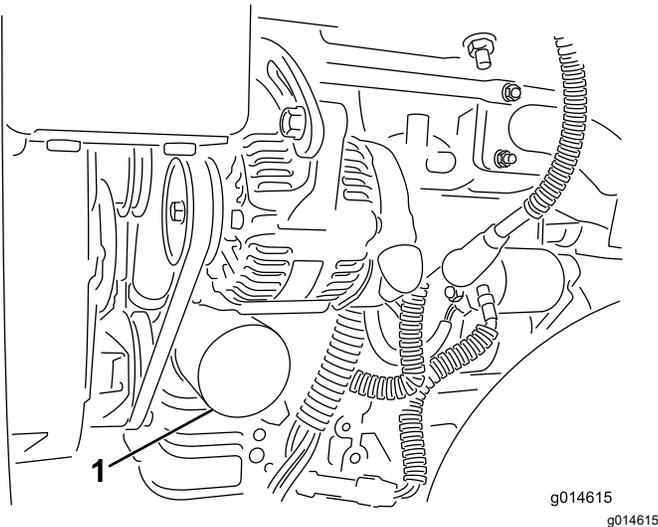

Figura 32
2. Retire o filtro do óleo (Figura 32). Aplique uma leve camada de óleo limpo na gaxeta do novo filtro.